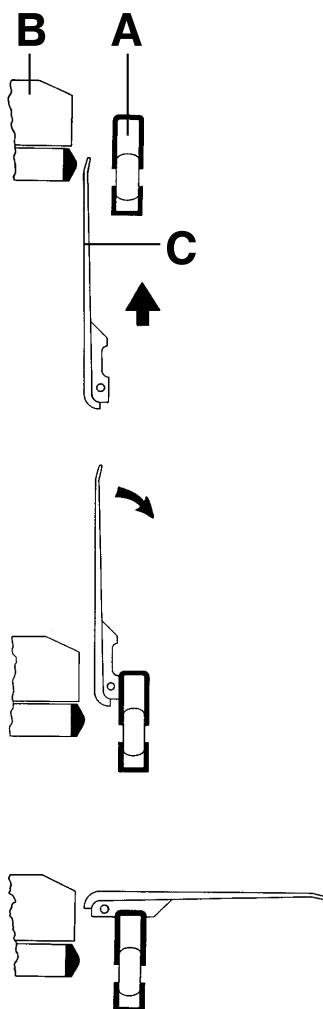

Figure 6 – Transfert du patient
2. Abaisser la barrière (A) à la position la plus basse (Figure 6).
3. Élever la planche de transfert (C) depuis le bas tout en soulevant depuis le haut.
Remarque - La planche de transfert (C) se situe entre la barrière (A) et le matelas (B) (Figure 6).